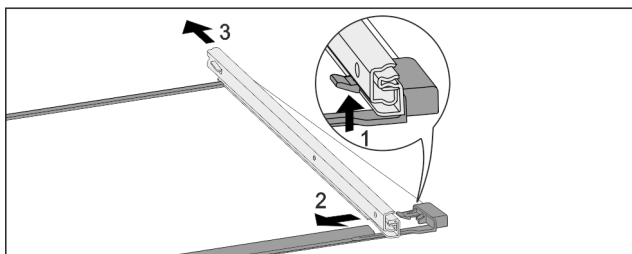

Fig. 77 Glasplade med skinner
- ▶ Tryk den forreste låsekrog op. Fig. 77 (1)
- ▶ Skub udtræksskinnen til siden Fig. 77 (2) og og bagud Fig. 77 (3).